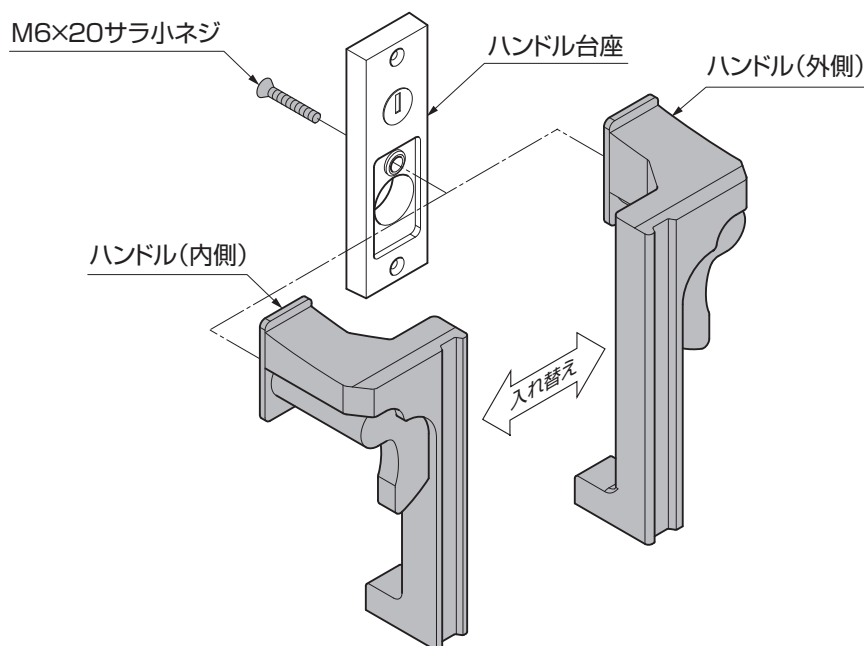

図3-11
①ハンドル(外側)、ハンドル(内側)の台座の裏からM6×20サラ小ネジを外してハンドルを入れ替えて、M6×20サラ小ネジで組付けてください。(図3-11参照)
(3) シャフトカバー1の取付け ※(HW・MW型)H12サイズおよび(PG型R)H14サイズの場合